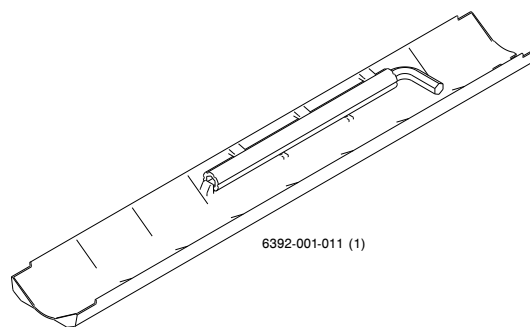

Рисунок 3 – Шестигранный ключ и удлинитель демонстрационного инструмента
**Примечание** - Храните шестигранный ключ и удлинитель съемника (Рисунок 3) внутри центральной крышки, чтобы воспользоваться этими инструментами при снятии Performance-LOAD. См *Быстрое извлечение Performance-LOAD* (страница 24).